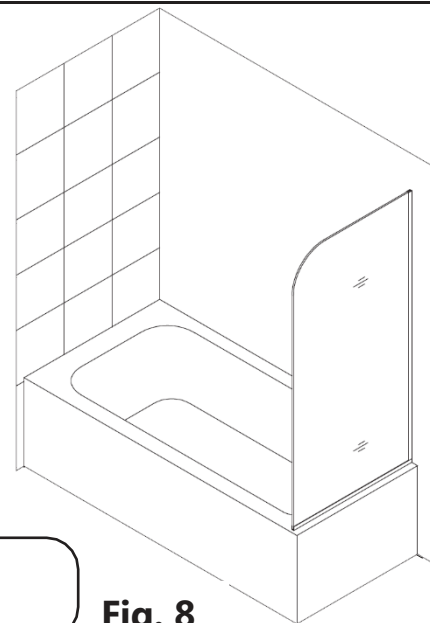

Fig. 8
REMARQUE : Utilisez le **diagramme de pièces « B »** pour l'assemblage **et l'installation du panneau de retour (RT)** (Fig. 8)